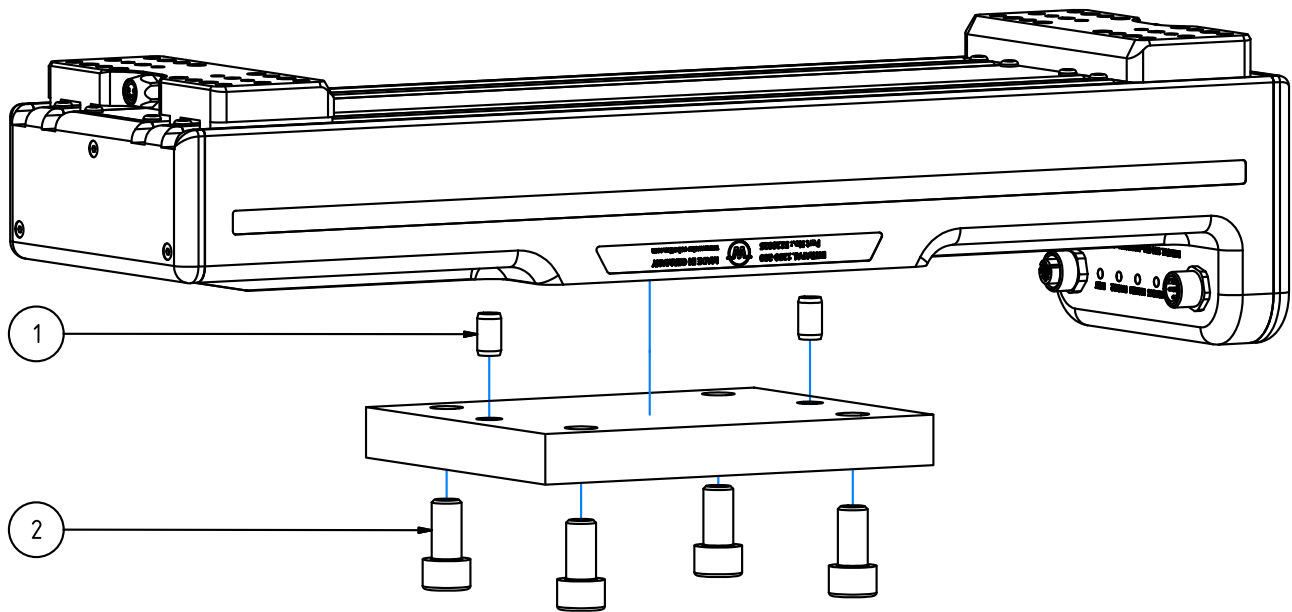

Abbildung 11: Montage des Greifmoduls
Das Greifmodul kann von unten gegen eine Fläche montiert werden (Abbildung 11). Die Passstifte (1) müssen zur Montage genutzt werden und befinden sich im Beipack des Greifmoduls.